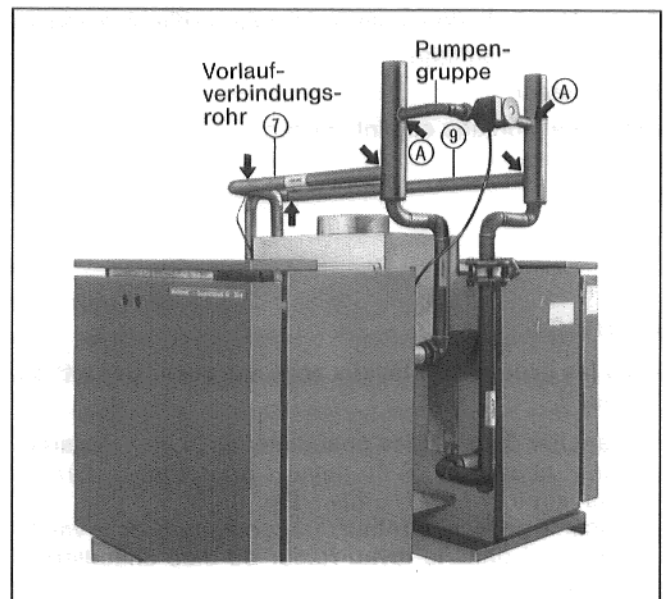

Abb. 5
8. Rücklaufverbindungsrohr zwischen Rücklaufsammelrohr und Rücklaufsteigrohr spannungsfrei und ausgerichtet einschweißen (Abb. 5 – Pfeile).
9. Vorlaufverbindungsrohr zwischen Vorlaufsammelrohr und Vorlaufsteigrohr spannungsfrei und ausgerichtet einschweißen (Abb. 5 – Pfeile).
10. Pumpenvorlauf- und Pumpenrücklaufrohr ⑬ mit eingedichteten Kugelabsperrventilen ⑭ mit den Überwurfmuttern an der Umwälzpumpe ④ verschrauben.
11. Komplette Pumpengruppe zwischen Vorlauf- und Rücklaufsammler spannungsfrei und ausgerichtet einschweißen (Abb. 5 – Pfeile A). Dabei Schraubenschlitze der Kugelabsperrventile vorne anordnen.